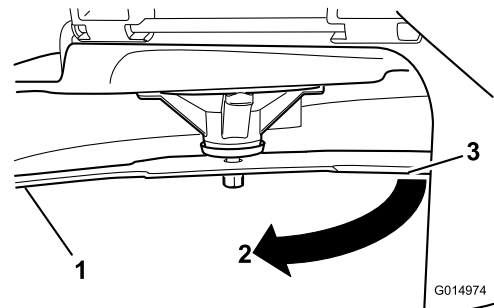

Figura 49
- Distancia medida entre la cuchilla y la superficie (A)
- Gire la misma cuchilla 180 grados de manera que el otro extremo esté en la misma posición (Figura 49).